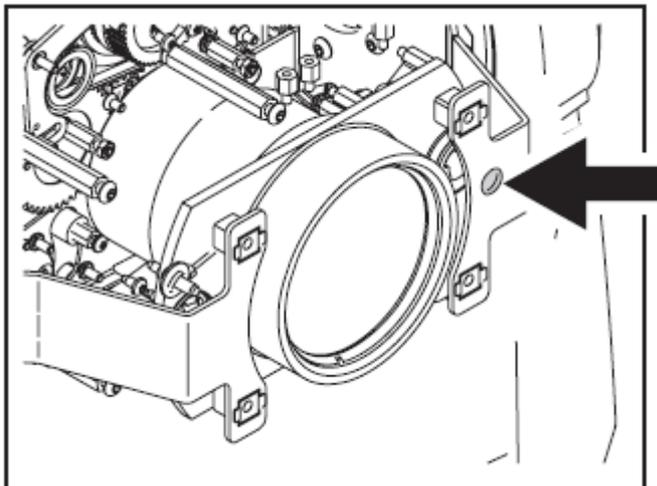

Рис.18 Винт ручной регулировки фокуса
4.См. рис.18. Вставьте отвертку в отверстие на монтажной плате передней крышки (отмечено стрелкой) и используйте винт ручной регулировки, чтобы передвинуть ползунок фокуса обратно к модулю.